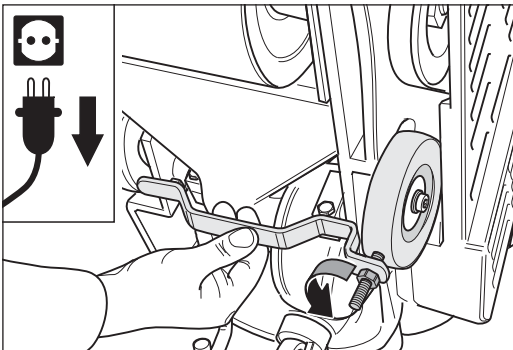

Abb. 83 Abnehmen der aktuellen Einstellung des rechten Rads (von unten betrachtet) mit Hilfe der Einstellvorrichtung.
- 5 Zum Einstellen nehmen Sie zunächst mit der Einstellvorrichtung (siehe Werkzeugtasche) die Ist-Position des einstellbaren Rads ab. Legen Sie die Einstellvorrichtung so an das Maschinengehäuse an, dass sie sowohl beidseitig an dem Maschinengehäuse als auch an dem einstellbaren Rad anliegt. Gegebenenfalls muss der Gewindestift der Einstellvorrichtung verdreht werden. Lösen Sie dafür die Mutter an der Einstellvorrichtung (Abb. 83).